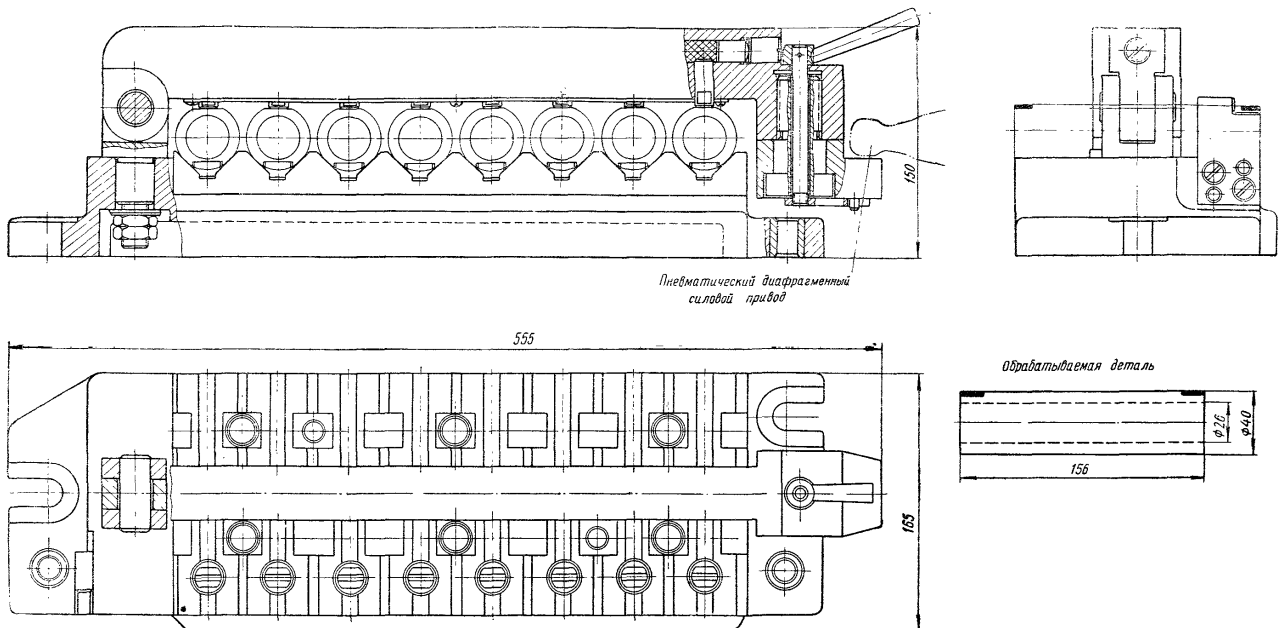

Рис. 41
1. Составьте описание конструкции и принципа действия приспособления по рис. 41.